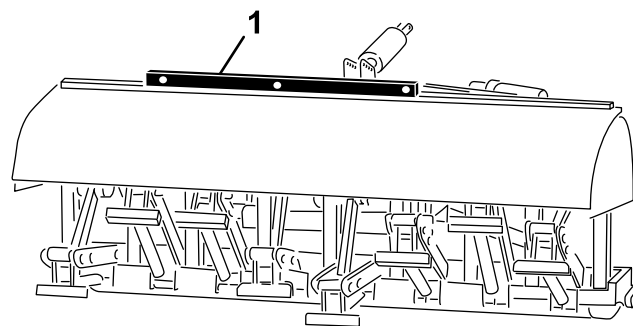

Figura 23
2. Coloque a régua de nível na parte superior da estrutura do arejador para verificar o nivelamento lateral (Figura 23).